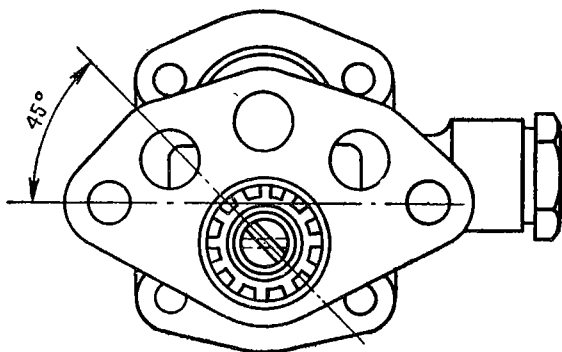

Рис. 51. Установка вала масляного насоса
3. Повернуть вал масляного насоса так, чтобы паз на торце вала (рис. 51) был расположен под углом около 45° к линии, параллельной оси перепускного клапана.